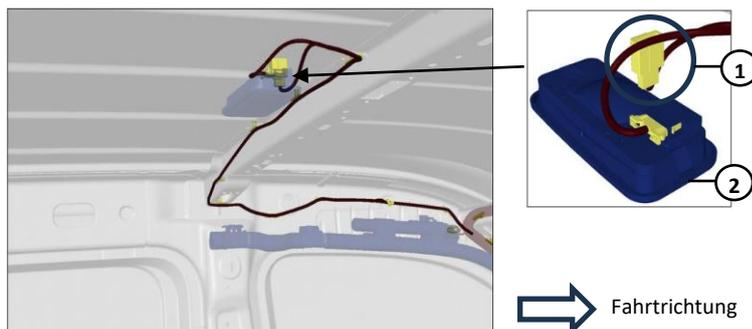

Abb. 4: Position Koppelstelle am Dach, für Rundumkennleuchte bei der Doppelkabine
- Eine Koppelstelle befindet sich im Dachbereich an der Innenleuchte Mitte Fahrgastraum (siehe Abb. 4). Der Stecker ist an der Innenleuchte verortet. Die Koppelstelle ist am Ende des Kapitels beschrieben.